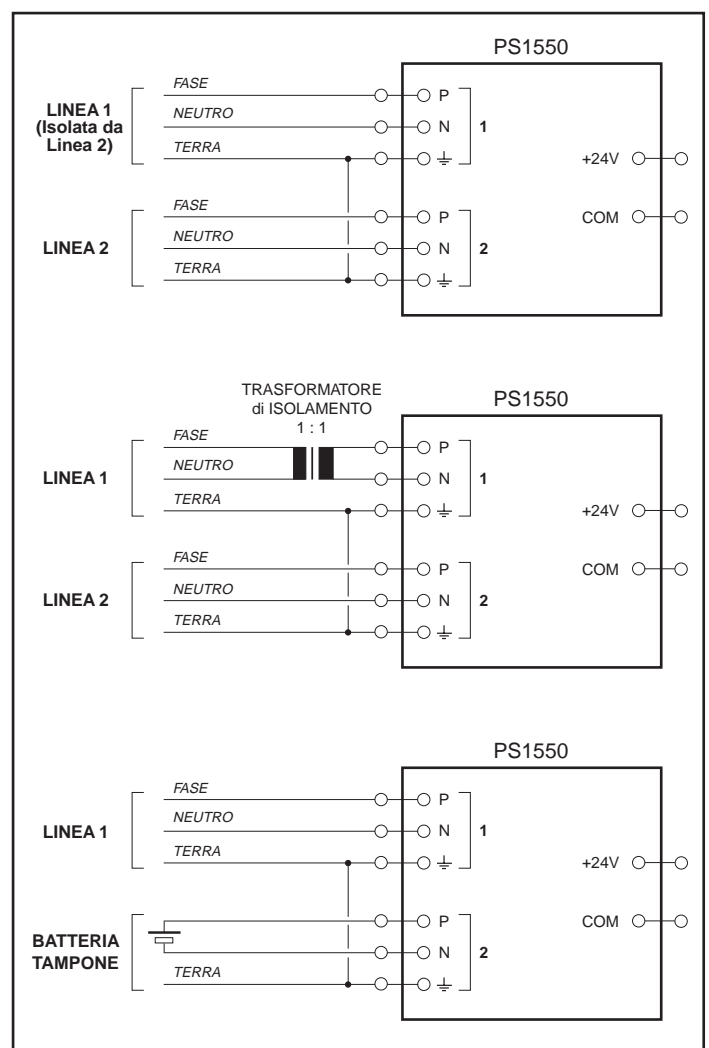

Fig. 9. Collegamento degli ingressi.
- D. **Importante:** quando il sistema viene alimentato con due linee, queste devono essere isolate fra loro (non ci devono essere punti in comune) oppure deve essere inserito un trasformatore di isolamento di potenza adeguata in serie ad una delle due (vedi fig. 9).